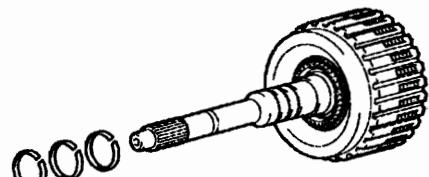
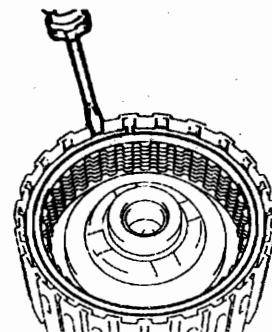

图 12-1-127
图 12-1-128
(11) 如图 12-1-127 所示，从输入轴总成上拆下 3 个油密封环。
(12) 拆卸前进挡多盘离合器盘。
①如图 12-1-128 所示，用螺丝刀拆下孔卡环。